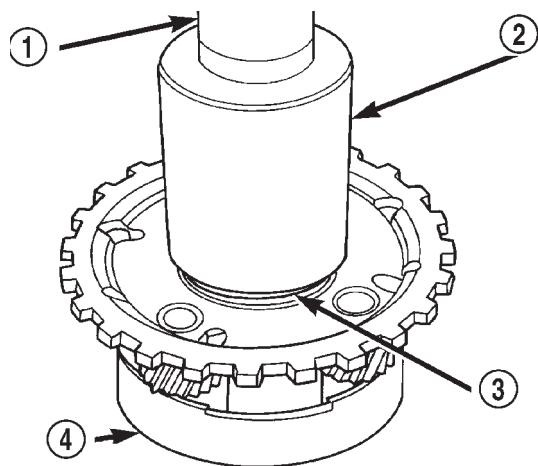

Fig. 91 Instalación del cono del cojinete del portador trasero
(11) Instale el cono de cojinete del portador trasero con la herramienta 6053 (Fig. 91).